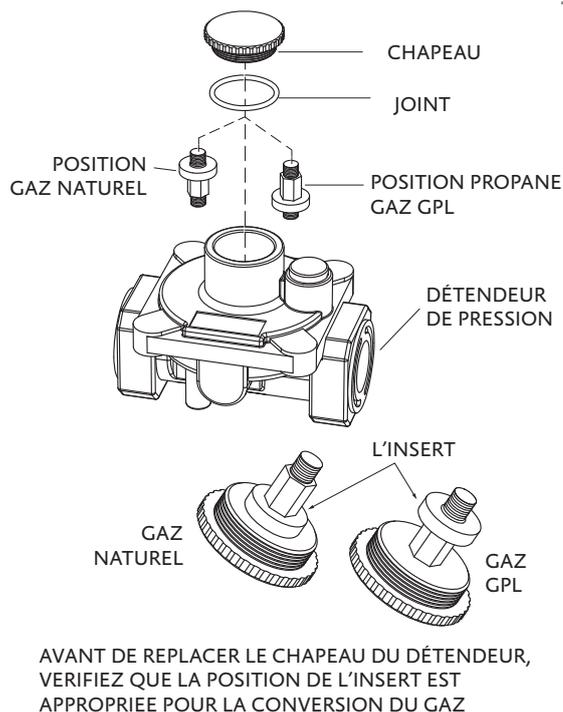

Figure 24. Détendeur de pression
- Ajustez le détendeur de pression, en suivant les instructions (voir Figure 24)
- 2) Dévissez la fiche d'alimentation de conversion en plastique du chapeau tournez et revissez (grande section retirée du chapeau pour GPL, et contre le chapeau pour le gaz naturel - voir Figure 24).